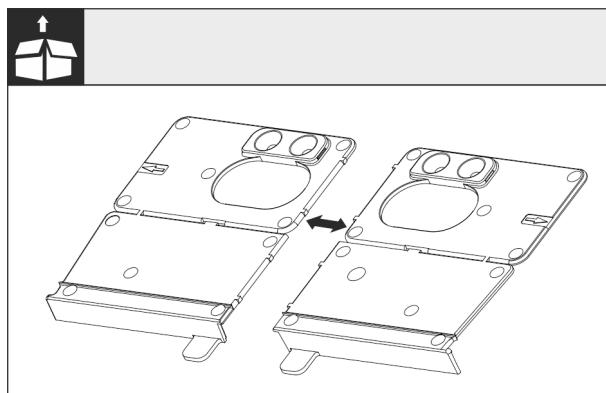

Fig. 27
- Ndani profilin e montimit në bazament Fig. 27 () në pjesën me vrima të vogla.